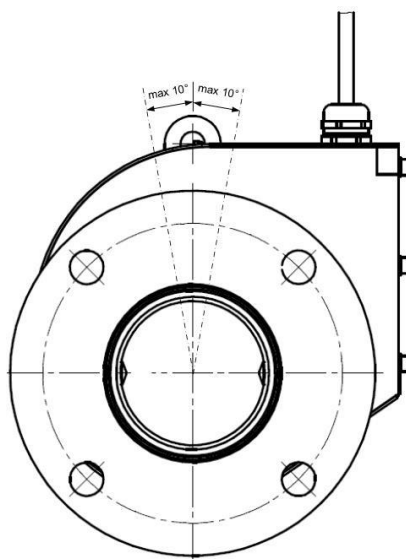

Рис.5. Допустимые отклонения плоскости монтажного кронштейна.
3.3.2. При монтаже в горизонтальный или наклонный трубопровод следует располагать ЭМР монтажным кронштейном кверху (рис.5). Угол отклонения плоскости монтажного кронштейна от вертикальной плоскости, проходящий через ось трубопровода, не должен превышать 10°.
- 3.4.2.9. Заменить имитатор на расходомер. Установить расходомер таким образом, чтобы плоскость кронштейна монтажного располагалась в вертикальной плоскости с отклонением не более 10° (см. рис.5), а стрелка на шильде расходомера совпадала с направлением потока жидкости.
- закрепить расходомер на стенках колодца с использованием цепного подвеса, для чего предварительно завернуть в стенки колодца анкера со шпильками; цепь равномерно натянуть, обеспечивая угол отклонения от вертикали не более указанного на рис.5;